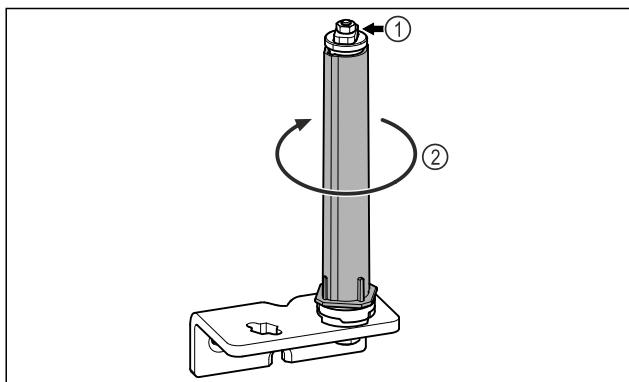

Fig. 29
- ▶ Deursluitsysteem Fig. 29 (1) niet demonteren.
- ▶ Sluitsysteem Fig. 29 (2) draaien, tot deze vastklikt.